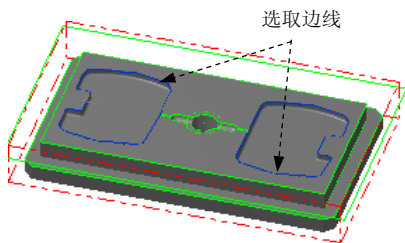

图 20.35 选取加工范围
(2) 单击“刀具路径的曲面选取”对话框的 **边界范围** 区域的 按钮，系统弹出“串联选项”对话框，采用“串联方式”选取图 20.35 所示的边线。单击 按钮，系统返回至“刀具路径的曲面选取”对话框。单击 按钮，系统弹出“曲面残料粗加工”对话框。